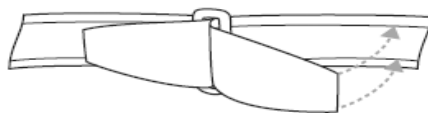

Рисунок 2. Регулируемые концы ленты проведены через шлевку и закреплены с помощью застёжек.
Примечание. Если зарядная лента слишком мала, можно воспользоваться специальным удлинителем. Если используется удлинитель, проведите один конец зарядной ленты через шлевку удлинителя, а затем закрепите на ленте (Рисунок 2).
5. Чтобы отрегулировать длину зарядной ленты, расположите ее вокруг тела и проведите концы через шлевку. Закрепите концы ленты с помощью застежек. Концы можно регулировать. См. Рисунок 2 и Таблица 3 для справки.
Закрепите регулируемые концы ленты так, чтобы поначалу она была слегка ослаблена. Для правильного использования зарядной ленты оба ее конца должны проходить через шлевку (Рисунок 2).